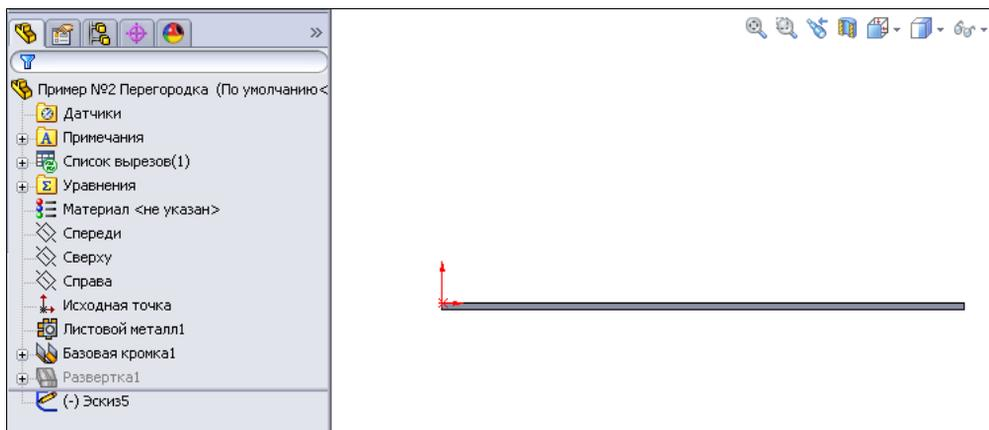

Рис. 4.34
4. Построим боковую стенку перегородки. Для этого активизируем команду  — **Кромка под углом** на панели инструментов **Листовой металл**. Укажем базовую кромку, под углом к которой создадим боковую стенку. После этого будет автоматически создана дополнительная плоскость, перпендикулярная плоскости основания, и программа откроет в ней эскиз (рис. 4.34).